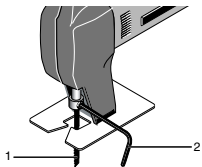

Fig. 2
1. Klemmschraube mit Hilfe des beiliegenden Innensechskantschlüssels **2** (Fig. 2) lösen.